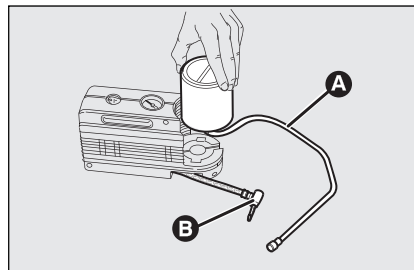

fig. 21
- ☐ maak de koppeling **B-fig. 21** los;